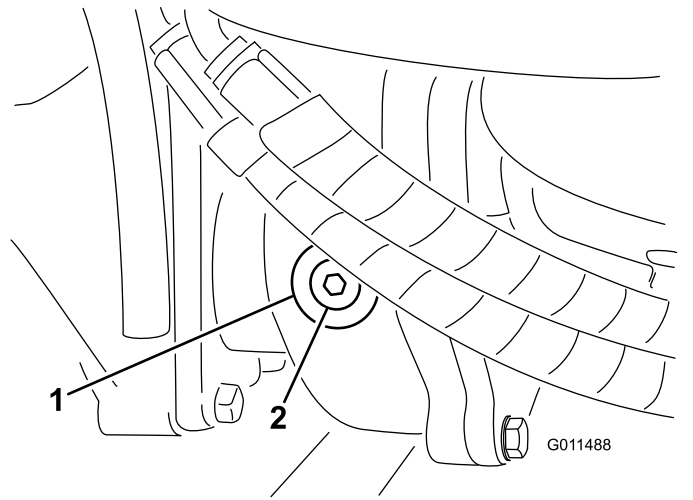

Figure 73
2. Enlevez le bouchon de contrôle/remplissage du côté gauche du boîtier d'engrenages et vérifiez que le lubrifiant atteint la base de l'orifice (Figure 73).